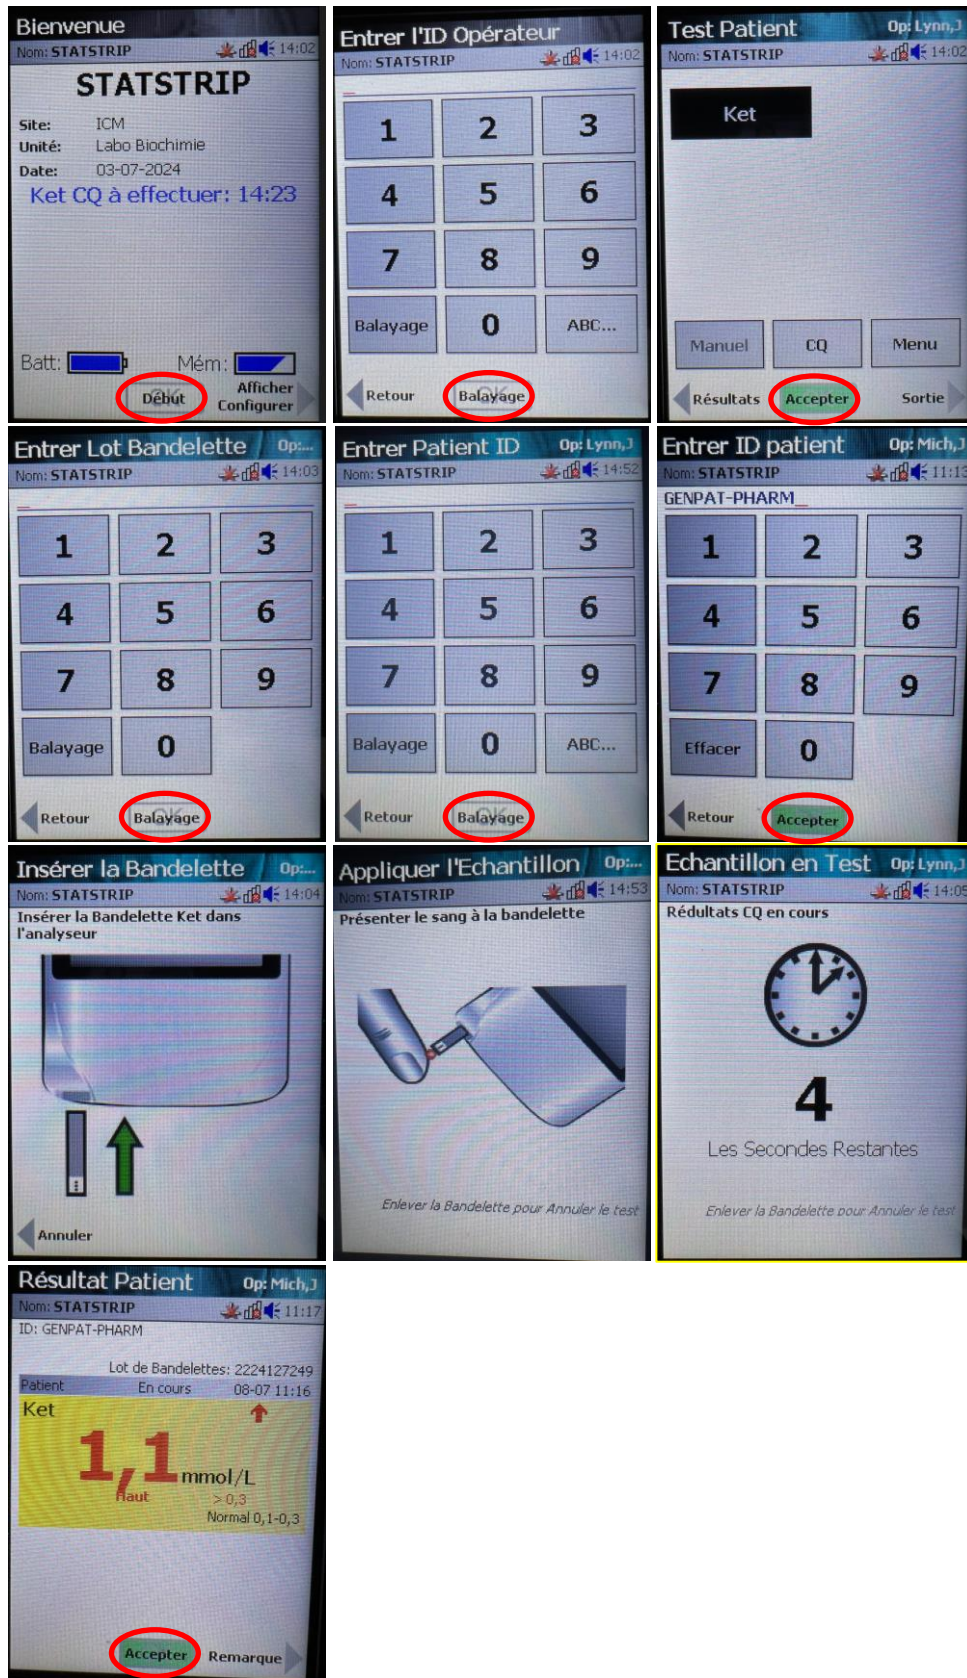

Figure 5. Étapes d'exécution du test patient sur le lecteur de cétonémie StatStrip.
10.6. Test patient (voir Figure 5)